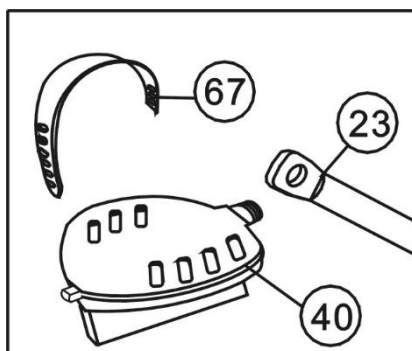

Figure 8
Puneti curelele (67) la pedalele stanga si dreapta (40), si dupa montati pedalele stanga si dreapta (40) la manivela (23). (Refer. figure 8)